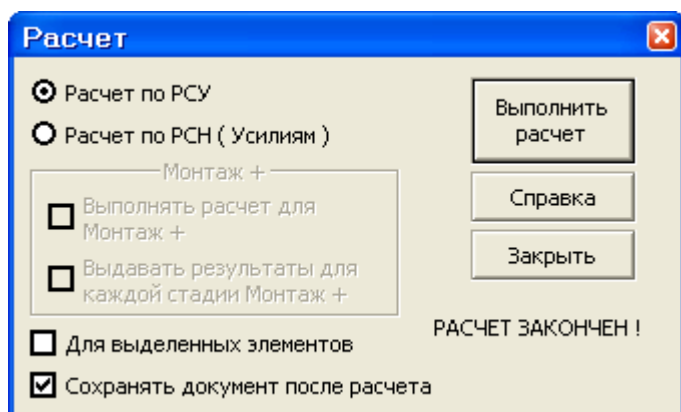

Рис.2.19. Диалоговое окно **Расчет**
- В диалоговом окне **Расчет** (рис.2.19) включите радио-кнопку **Расчет по РСУ**.